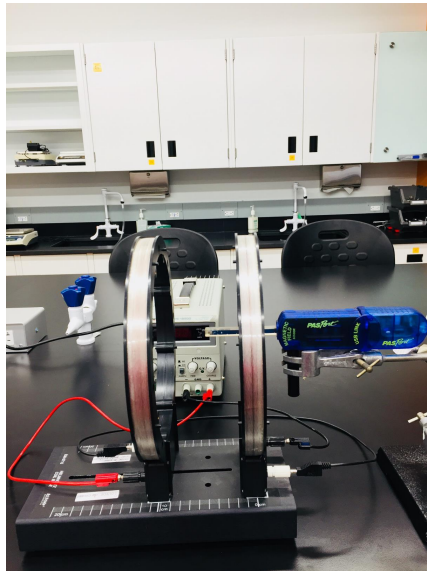

Figure 5: Bobine à 200 enroulements
Bobine avec 200 enroulements (Figure 5). On trouve sur chaque bobine trois prises de courants: deux blanches et une noire. Branchez ensemble les prises blanches externes respectives des deux bobines par un fil conducteur. Branchez ensuite la source de courant à la prise blanche interne de chacune des bobines, c.-à-d. branchez le $+$ à une bobine et le $-$ à la seconde bobine. La prise noire n'est pas utilisée.
7. Branchez le dispositif bleu *Pasport* au détecteur de champ magnétique qui est un autre dispositif bleu (montré à la Figure 5). Placez l'extrémité de la sonde de Hall au centre des bobines aussi précisément que possible.